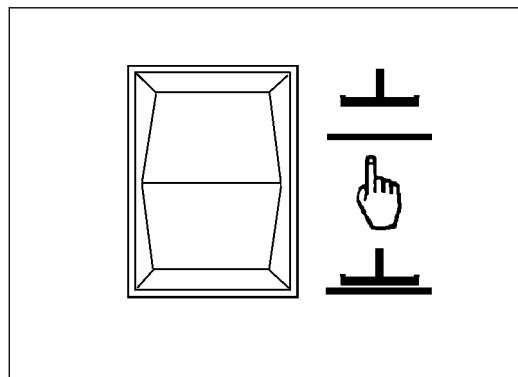

Figura 24
1. Para bajar la escobilla de goma y encender el motor de vacío, oprima el interruptor arriba/ abajo de la escobilla de goma hasta la posición abajo (figura 24). **NOTA: El motor de vacío se enciende de inmediato cuando se oprime la posición abajo del interruptor y se baja la escobilla de goma.**
2. Para levantar la escobilla oprima el interruptor arriba/ abajo de la escobilla de goma hasta la posición arriba (figura 24). Entonces se levanta la escobilla de goma y el motor de vacío se apaga luego de una breve demora. **NOTA: La posición central del interruptor arriba/ abajo de la escobilla de goma se usa con el control de pulsación única.**